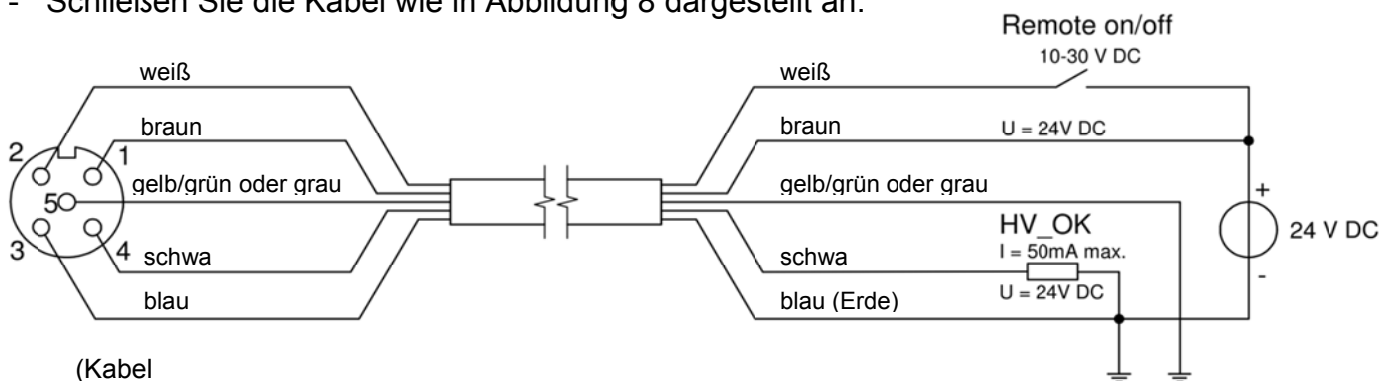

Abbildung 8: Verkabelung des Stabes
- Schließen Sie die Kabel wie in Abbildung 8 dargestellt an.